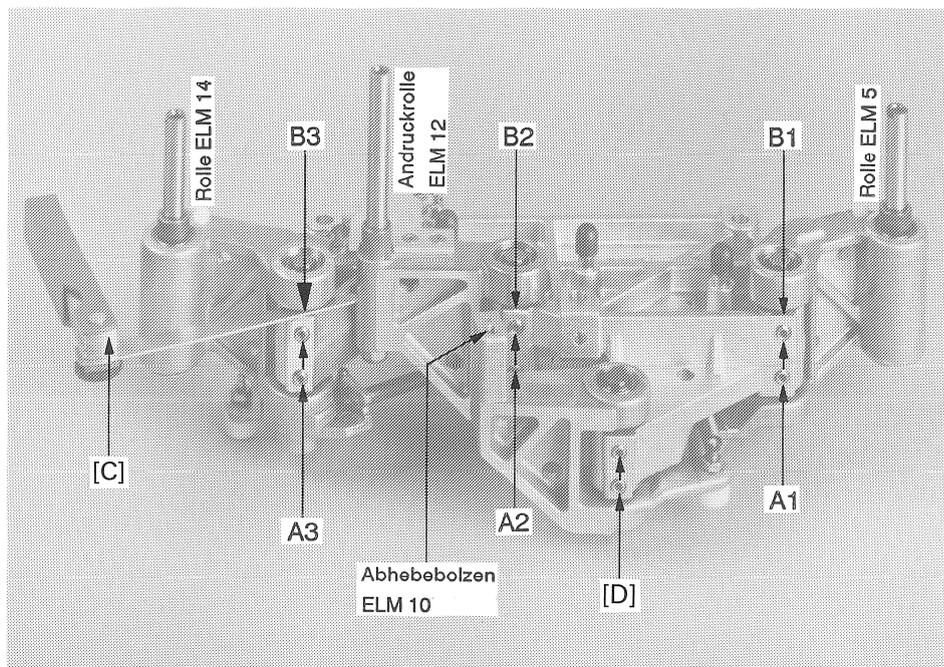

Fig. 47
2. Mit Hilfe der Fühllehre [C] den Abstand [B2] der beiden Alu-Gussteile bei ELM 12 messen, Fig. 47.